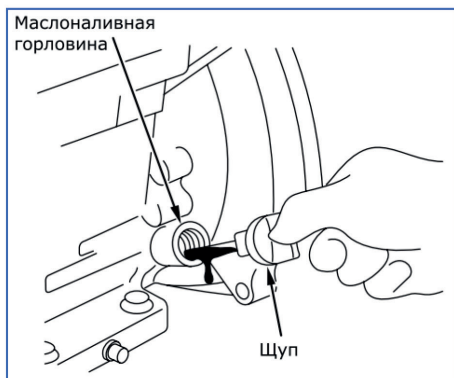

Рис. 10
- Выкрутите крышку-щуп маслосаливной горловины, извлеките щуп и протрите его сухой тканью (рис. 10).